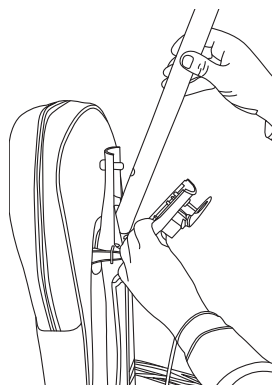

Fig. 2
2. Coloque el mango en el tubo del mango, alineando los orificios con las clavijas (Fig. 2).